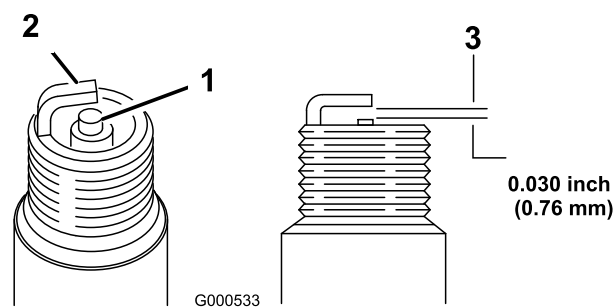

Figura 28
5. Fije el hueco entre los electrodos en 0,76 mm (Figura 28).